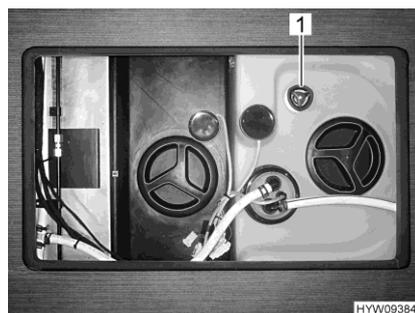

Fig. 210 Maniglia girevole (serbatoio dell'acqua)
- Apertura:* ■ Sul serbatoio dell'acqua, ruotare la maniglia girevole (Fig. 210,1) in senso antiorario fino al primo fermo. L'acqua fuoriesce fino a ca. 20 litri.
- Chiusura:* ■ Sul serbatoio dell'acqua, ruotare la maniglia girevole (Fig. 210,1) in senso orario fino all'arresto.
- Sul serbatoio dell'acqua ruotare la maniglia girevole (Fig. 210,1) in senso antiorario, oltre la resistenza verso l'esterno fino all'arresto, per aprire completamente l'apertura di scarico.